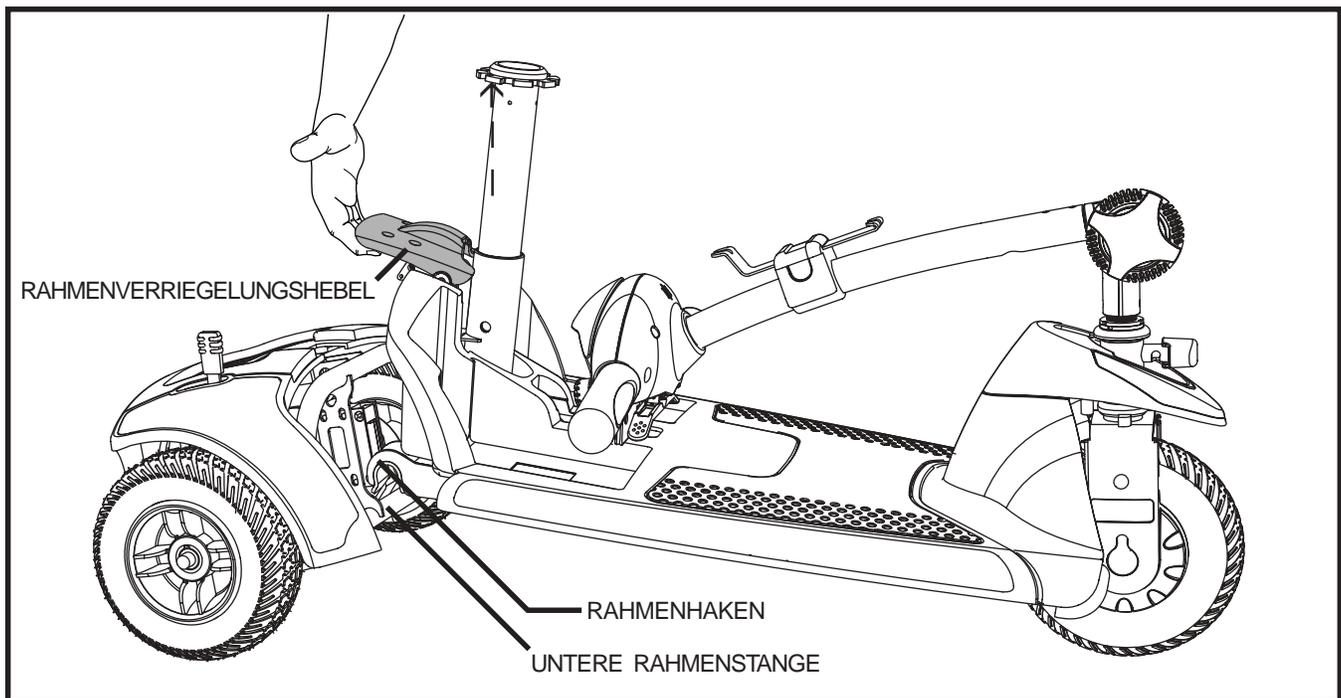

Abb. 23. Rahmenverriegelungshebel
3. Langsam trennen Sie jetzt die beiden Rahmenteile des Elektromobils. **Siehe Abb. 23.**
1. Benutzen Sie zum Anheben des Vorderteils den Rahmenverriegelungshebel und richten Sie die Rahmenhaken des Vorderteils an der unteren Rahmenstange des Heckteils aus. **Siehe Abb. 23.**